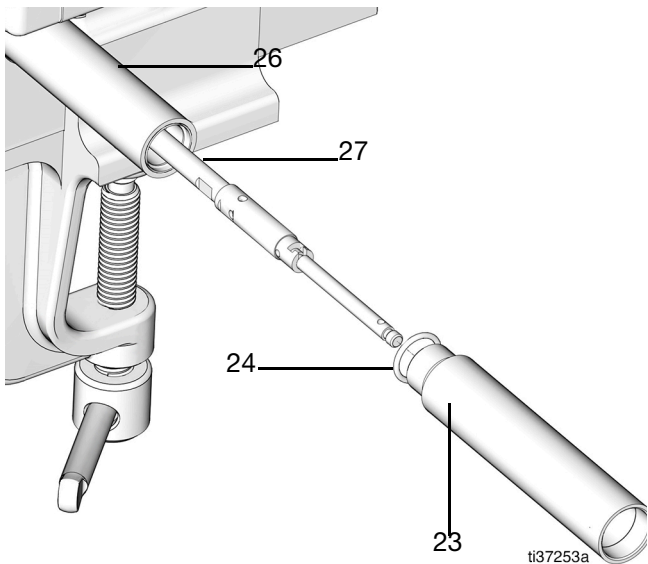

FIG. 61
16. Remplacez et graissez légèrement le joint torique (24) sur le tube du bas de pompe (23) (FIG. 61).
17. Faites glisser le tube du bas de pompe (23) par-dessus la tige de pompe (27) et raccordez au tube rallonge (26) (couple 43,4 N•m) (FIG. 61).